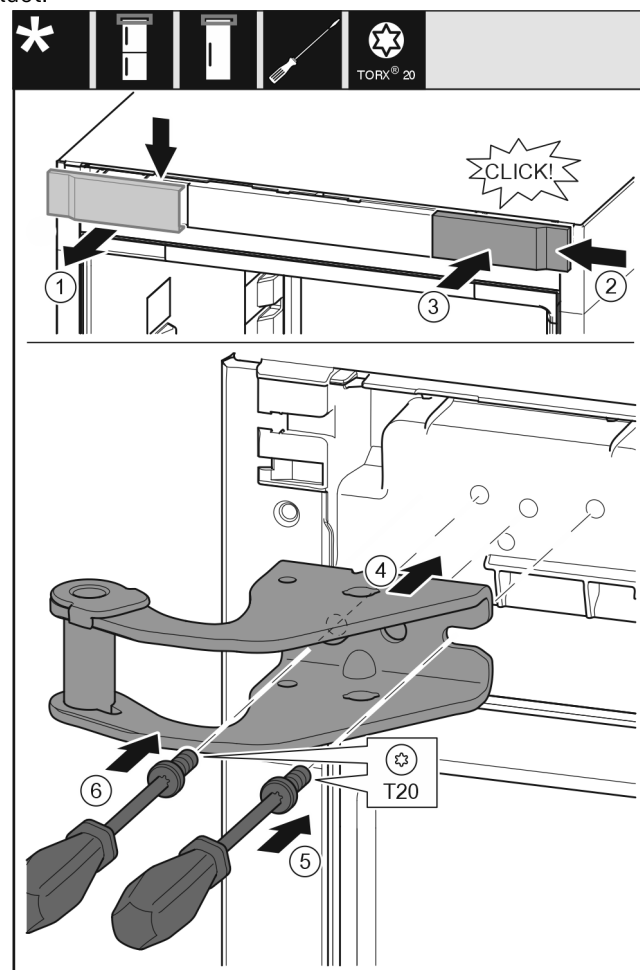

Fig. 31
- ▶ Ta av dekkelet ovenfra og fremover. Fig. 31 (1)
- ▶ Monter dekkelet fra høyre, dreid 180°, på den andre siden. Fig. 31 (2)
- ▶ La dekkelet klikke på plass. Fig. 31 (3)
- ▶ Sett på den øvre lagerbukken. Fig. 31 (4)
- ▶ Sett skruen på og skru den fast med skrutrekker T20. Fig. 31 (5)
- ▶ Sett skruen på og skru den fast med skrutrekker T20. Fig. 31 (6)